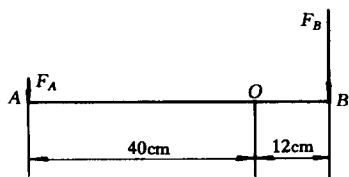

图 2
5. 如图 2 所示，已知 $F_B = 150 \text{ N}$ ， $AO = 40 \text{ cm}$ ， $BO = 12 \text{ cm}$ ，要使杠杆保持平衡，求 F_A 应为多少？